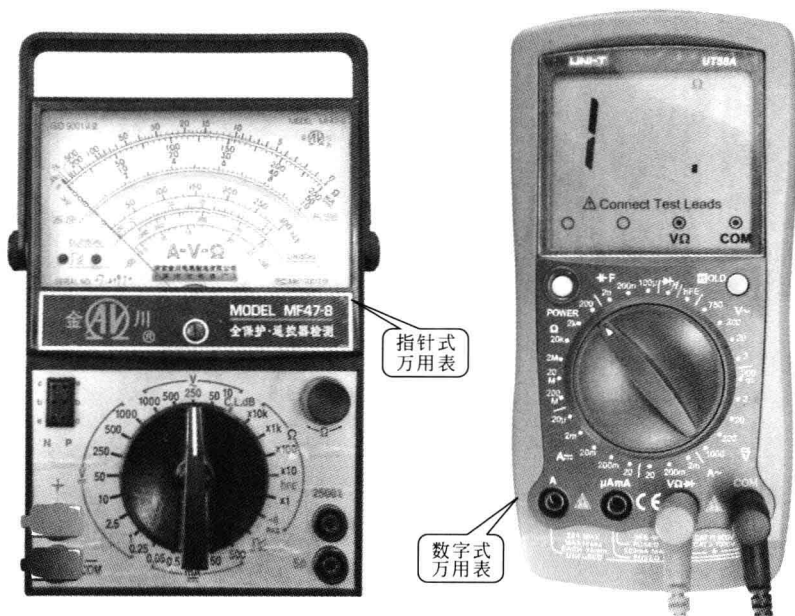

图 1-1 典型万用表的实物外形
典型万用表的实物外形见图 1-1。
(6) 测量电容量 数字万用表可以用来检测电容器的电容量，图1-1中的数字万用表的电容器检测挡位有2 nF、200 nF和100 μF等，可以检测100 μF以下的电容器电容量是否正常。